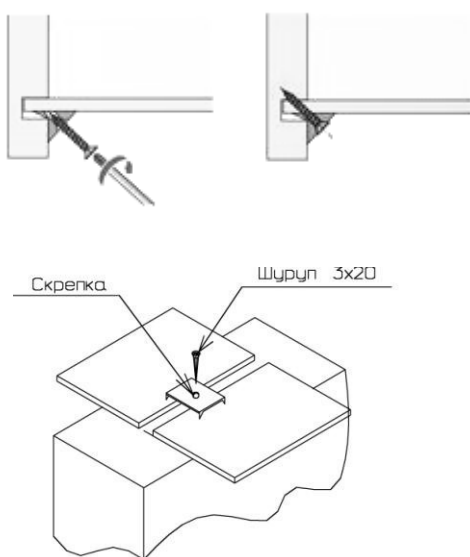

Рис. 3
1. Между боковыми стенками (130) и (131) установить нижний щит (133), планки горизонтальные (134) и заднюю планку (135) так, чтобы дюбели стяжек и шканты вошли в соответствующие им отверстия. Затянуть эксцентрики, повернув их на 180 градусов.
2. Установить крышку (132) так, чтобы дюбели стяжек и шканты вошли в соответствующие им отверстия на боковых стенках (130), (131). Затянуть эксцентрики, повернув их на 180 градусов.
3. Вставить в пазы задние стенки. Задняя стенка с отверстиями – верхняя. Отверстия в задней стенке и планке (135) должны совпасть.
4. Собранный корпус проверить на прямоугольность, сравнивая диагонали (их длины должны быть равны). Прямоугольное положение корпуса зафиксировать с помощью мебельных уголков с шурупами. Закрепить задние стенки шурупами 3x20 к верхней планке (134) и нижнему щиту (133). Место соединения задних стенок закрепить шурупами 3x20 через скрепки (рис.3, 4).